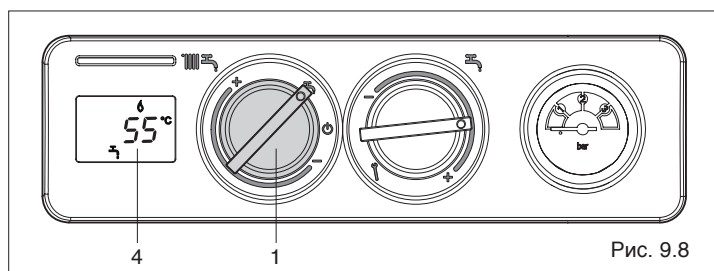

Рис. 9.8
- **Режим «Лето»:** при повороте переключателя на символ (1, Рис. 9.8) включится летний режим работы котла (только ГВС). Котёл будет находиться в режиме ожидания до тех пор, пока не поступит запрос на нагрев воды в бойлере, тогда горелка разожжётся, а на дисплее (4, Рис. 9.8) отобразится температура воды в бойлере, значок работы в режиме ГВС и значок пламени. Котёл будет работать до тех пор, пока не будет достигнута заданная температура в бойлере. После этого он снова перейдёт в режим ожидания "stand-by".